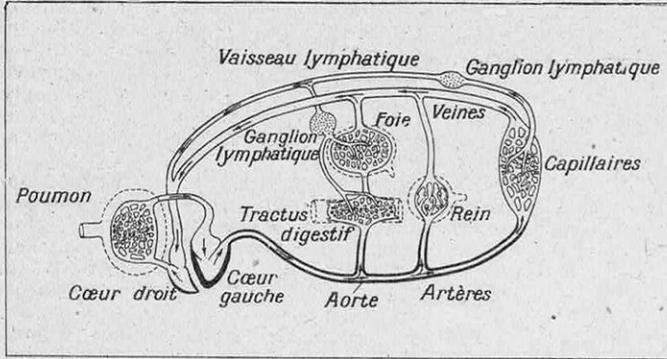

FIG. 1. — SCHÉMA DE LA CIRCULATION DU SANG ET DE LA LYMPHE DANS NOTRE CORPS (D'APRÈS CANNON)
La vie des différents tissus de notre organisme apporte donc des variations locales dans l'état du liquide lacunaire, variations qui sont corrigées par la circulation du sang. Le sang, contenu dans les artères, les capillaires et les veines, d'une part absorbe et d'autre part diffuse diverses substances dans le liquide lacunaire. Ces deux mouvements se font au niveau des capillaires ; les artères et les veines jouent seulement le rôle de canaux collecteurs (fig. 1).
(1) Voir « La Sagesse du Corps », par W.-B. Cannon, professeur de physiologie à l'Université de Harvard, Éditions de la N. R. C., 17, rue de Sèvres, Paris, d'où a été extraite, en particulier, la figure 1 ci-après.